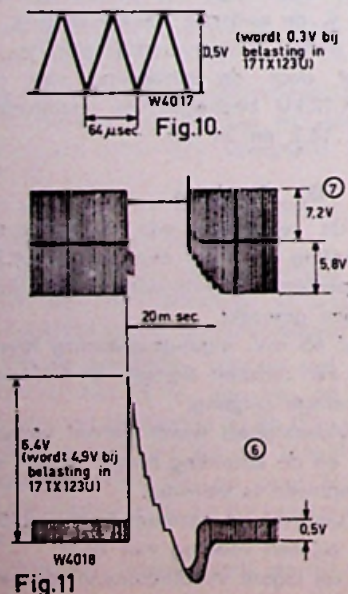

Fig. 11.
In de rastertijd gemeten (20 msec.) treedt nu een duidelijke en gave impuls naar voren, zie fig. 11 — ⑥, belast bedraagt de amplitude ca. 5 V. Dit is meer dan voldoende om een transistor-afbuigtrap te synchroniseren. Het vereiste integreerfilter zal enige verliezen introduceren, zodat er 2-3 V. zullen resteren.
Op punt ⑦ heerst een signaal volgens fig. 11 — ⑦.